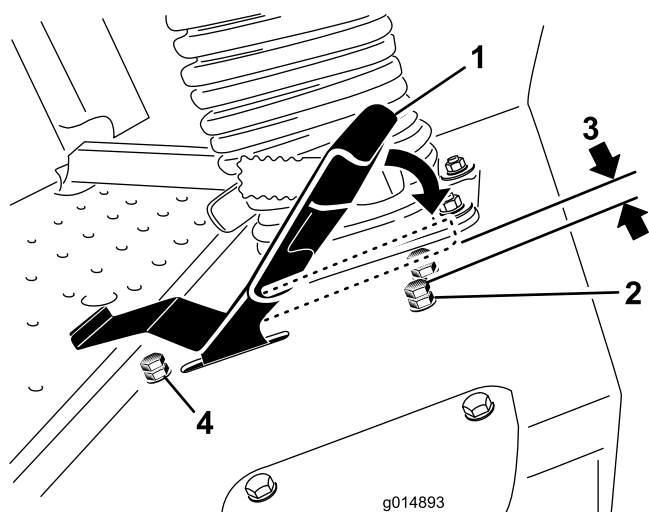

Figura 45
3. Afloje la contratuerca del perno de tope del pedal de tracción (Figura 45).